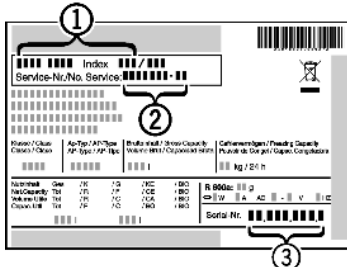

Fig. 24
- ▶ Наименование устройства Fig. 24 (1), сервисный № Fig. 24 (2) и серийный № Fig. 24 (3) считайте с заводской таблички. Заводская табличка находится внутри устройства слева.
- ▶ Обратитесь в сервисную службу и сообщите вид неисправности, наименование устройства Fig. 24 (1), сервисный № Fig. 24 (2) и серийный № Fig. 24 (3).